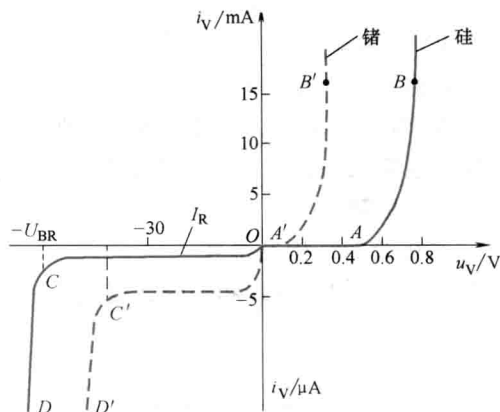

图 1-5 二极管伏安特性曲线
二极管的核心是 PN 结，它的特性就是 PN 结的特性——单向导电性。在电子技术中用伏安特性曲线来形象地描述二极管的单向导电性，如图 1-5 所示。
1) 死区：二极管两端加正向电压会产生正向电流。当正向电压较小时，正向电流极小（几乎为零），这一部分称为死区，如图 1-5 中 $OA(OA')$ 段。相应 $A(A')$ 点的电压称为死
2) 正向导通区：当正向电压超过门槛电压时，正向电流就会急剧地增大，二极管呈现很小的电阻而处于导通状态，如图 1-5 中 AB ($A'B'$) 段。这时硅管的正向导通压降约为 $0.6 \sim 0.7\text{V}$ ，锗管约为 $0.2 \sim 0.3\text{V}$ 。二极管正向导通时，要特别注意它的正向电流不能超过其最大值，否则将烧坏 PN 结。
1) 反向饱和区：在二极管两端加反向电压，在一定范围内二极管相当于大电阻，反向电流很小，且不随反向电压变化，如图 1-5 中 OC (OC') 段。此时的电流称为反向饱和电流 I_R 。
2) 反向击穿区：当二极管反向电压加到一定数值时，反向电流急剧增大，这种现象称为反向击穿，如图 1-5 中 CD ($C'D'$) 段。此时对应的电压称为反向击穿电压，用 U_{BR} 表示。
(3) 温度对特性的影响 二极管的核心是一个 PN 结，其导电性能与温度有关。当温度升高时，二极管正向特性曲线向左移动，正向压降减小；反向特性曲线向下移动，反向电流增大。